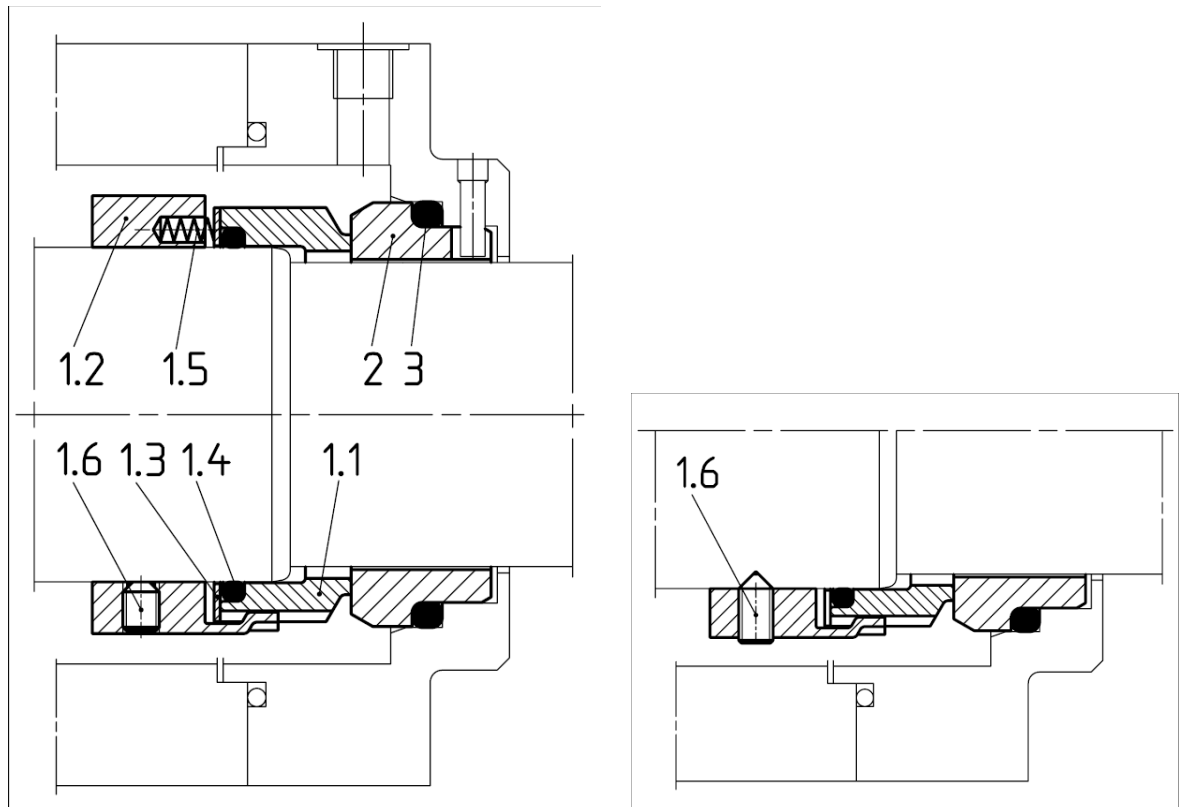

Abb. 1
Ziffern in Klammern, z. B. (2), in nachfolgenden Beschreibungen entsprechen der jeweiligen Pos.-Nr. in der Abb. 1. Die Positionsnummern können von denen in der zugehörigen Zusammenstellungs-Zeichnung abweichen.
- stationärer Gegenring (2)
- $dw \geq 100 \text{ mm}$ durch Gewindestift mit Spitze (1.6) (siehe Abb. 1)